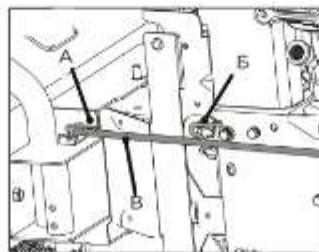

Рис. 11
а) Потяните крюк (рис. 11, поз А) вверх, чтобы освободить направляющую планку;
б) Вытяните направляющую планку (рис. 11, поз В) из отверстия.
в) Вставьте направляющую планку (рис. 11, поз В) в зацеп (рис. 11, поз Б), чтобы избежать ее перемещения.
- a) Снимите направляющую планку (рис. 11, поз В) с крючка (рис. 11, поз Б).
- b) Вставьте направляющую планку (рис. 11, поз В) в отверстие на подметальной насадке.
- c) Нажмите на крючок (рис. 11, поз А), чтобы зафиксировать направляющую планку (рис. 11, поз В).